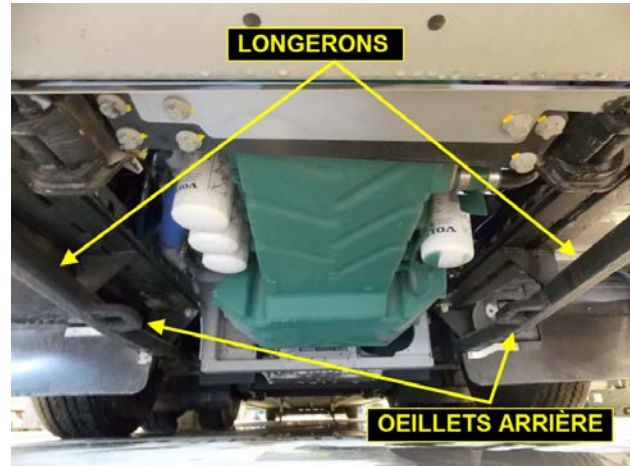

FIGURE 60: OEILLETS DE REMORQUAGE ARRIÈRE EN OPTION INSTALLÉS SUR LES LONGERONS SOUS LE BERCEAU MOTEUR
5. Allonger le bras télescopique de la dépanneuse. Placer les fourchettes sous les oeillets de remorquage arrière s'ils sont existants, sinon sous les longerons (Figure 60).